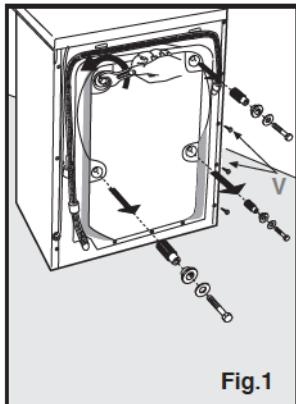

Fig.1
Antes de pôr a máquina a funcionar, desaperte os parafusos de bloqueio com uma chave adequada e extraia os parafusos juntamente com os espaçadores plásticos de bloqueio (Fig. 1), conservando-os para possíveis transferências.
Antes de poner en función la máquina, aflojar los tornillos de bloqueo con una llave especial y extraer los tornillos junto con los separadores de plástico, de bloqueo, (Fig.1) conservar los separadores para eventuales trasladados.
Bevor die Maschine in Betrieb genommen wird, müssen die Feststellschrauben mit dem entsprechenden Schlüssel gelockert und gemeinsam mit den Transportsicherungen aus Plastik entnommen werden (Abb.1); die Transportsicherungen sind für einen eventuellen Umzug aufzubewahren.
**N.B.** Sollte es nicht gelingen, die Transportsicherungen aus Plastik aus der Maschine zu entnehmen, muss man die rückseitige Platte durch Lösen der 12 Schrauben (siehe Abbildung 1, Buchstabe V) entfernen, die Transportsicherungen entnehmen und die Platte wieder anbringen.